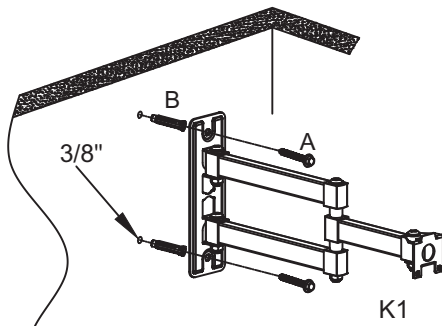

Abbildung 2 (Wandplatte waagrecht halten)
Schritt 2: Entfernen Sie vor der Montage der Halterung die Gipskartonplatte an der Betonwand. Halten Sie die Wandplatte (K1) an der gewünschten Stelle an die Wand und markieren Sie zwei Löcher mit einem Bleistift. Bohren Sie anschließend mit einem 9,5-mm-Bohrer (3/8 Zoll) 60 mm (2,36 Zoll) tiefe Löcher entsprechend den Bleistiftmarkierungen. Anschließend benötigen Sie Dübel (B). Setzen Sie die Dübel (B) in die Löcher ein. Eventuell müssen Sie sie mit einem Hammer leicht in die Wand klopfen. Befestigen Sie anschließend die Wandplatte (K1) mit Schrauben (A) an der Wand. (Abbildung 2)